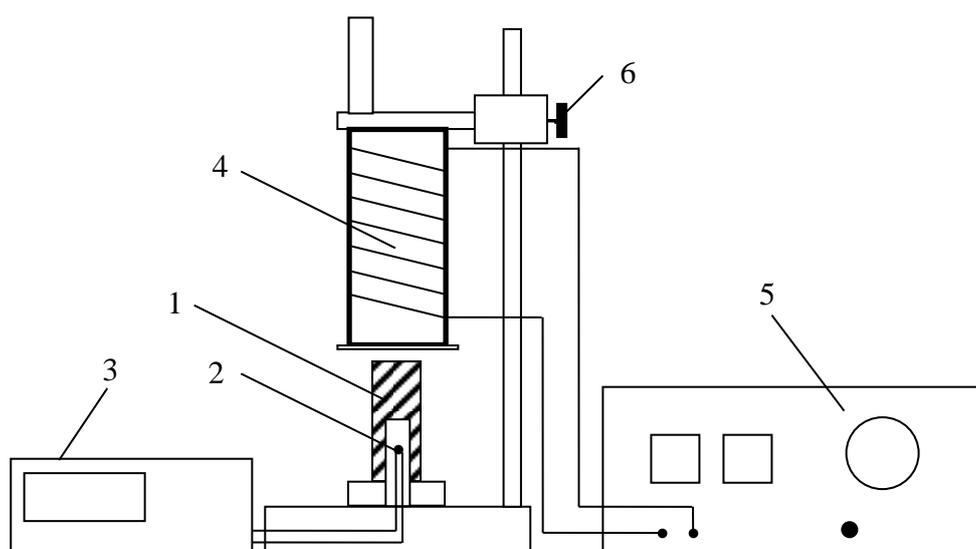

Рис. 2. Схема установки
Экспериментальная установка схематически изображена на рис. 2. Образцы (1) одинакового объёма имеют цилиндрическую форму с высверленным с одного конца каналом. Этим каналом образец надевают на фарфоровую трубку, через которую выведен спай термопары (2). Концы проводов термопары подведены к мультиметру (3). Температура образца определяется по показаниям милливольтметра и графику зависимости термоЭДС термопары от температуры. В установке используется стандартная термопара группы ХА (хромель-алюмель). Образцы нагреваются в электропечи (4), питаемой переменным током через лабораторный источник В24М (5). Электропечь может перемещаться по направляющему стержню и фиксироваться на необходимой высоте стопорным винтом (6). Фото установки приведено на рис. 3.